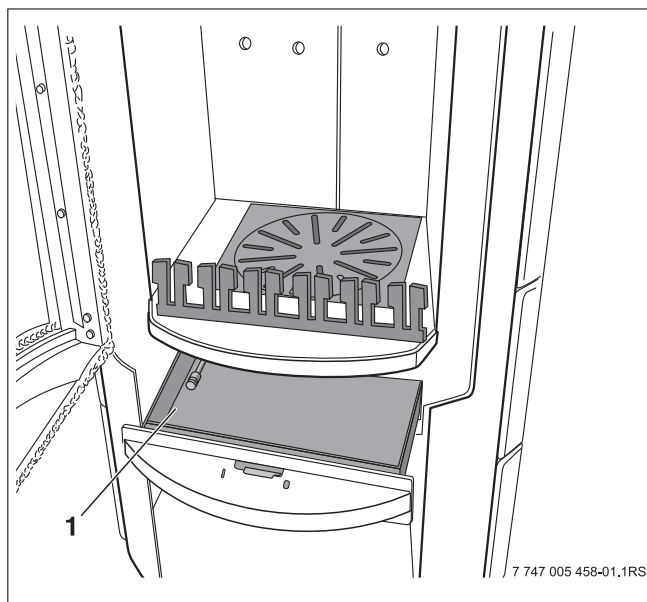

Bild 2 Schraubensatz im Aschekasten
- 1 Palette: Kaminofen blueline Nr. 3 (Kachelvariante), Schraubensatz (→ Bild 2, [1]) im Aschekasten
- 1 Palette: Kaminofen blueline Nr. 3 (Serpentino-Natursteinvariante), Schraubensatz (→ Bild 2, [1]) im Aschekasten